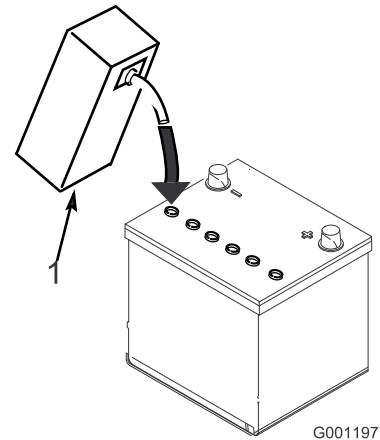

Figura 7
- Llene cuidadosamente cada celda con electrolito hasta que las placas estén cubiertas de 6 mm aproximadamente de fluido (Figura 7).
- Espere aproximadamente 20–30 minutos para que el electrolito penetre en las placas. Rellene según sea necesario para que el electrolito llegue a una distancia de 6 mm aproximadamente del fondo del hueco de llenado (Figura 7).